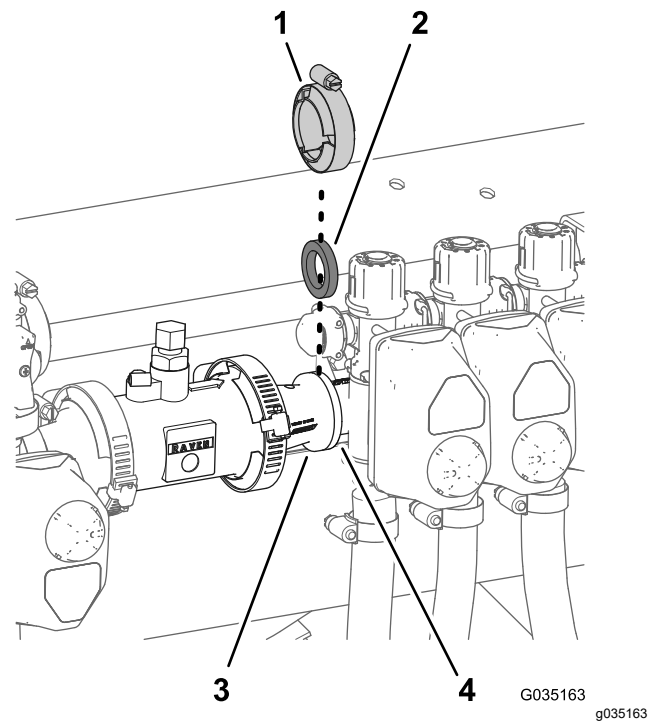

**Figura 35**
- C. Retire la abrazadera de brida de 76 mm (3") que sujeta el adaptador reductor y la junta ( $2\frac{1}{4}$ ") a la brida de la válvula de sección del brazo izquierdo, y retire el adaptador, la brida y la junta de la máquina (Figura 35).